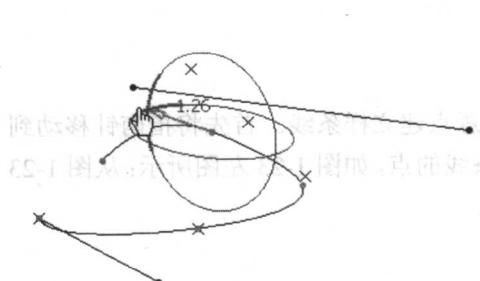
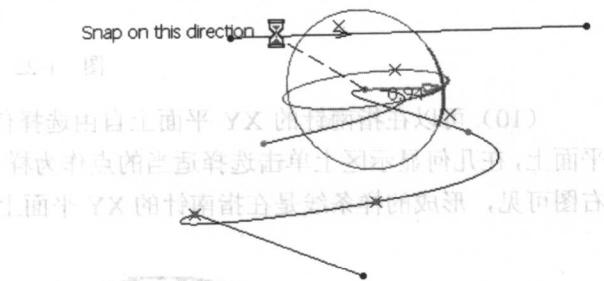

图 1-26
图 1-27
- 选择 **Impose Tangency** 选项，可以选择一个方向作为该点的切向，几何显示区出现该点当前的切向，如图 1-26 所示。用鼠标拖动箭头，可以改变样条线在该点的张力大小，双击箭头，可以改变切线的方向。拖动两个圆，可以改变切向的方向。拖动切向到直线上，可以将直线作为样条线的切向，如图 1-27 所示。